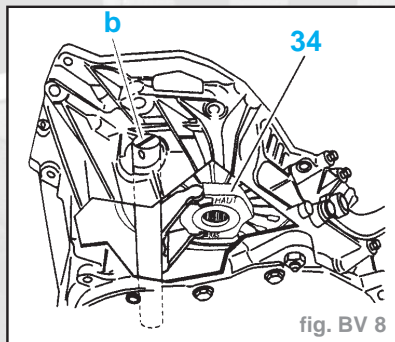

fig. BV 8
- Positionner la butée d'embrayage (34) haut/bas (fig. BV. 8).